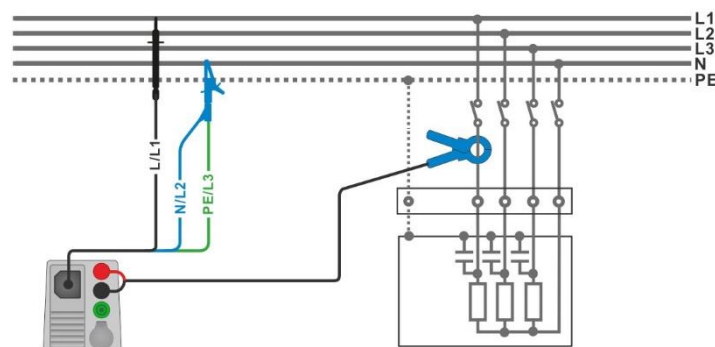

Abbildung 7.100: Leistungsmessung
- › Schließen Sie den 3-Leiter Prüfadapter und die Stromzange am Prüfling an (siehe **Abbildung 7.100**).